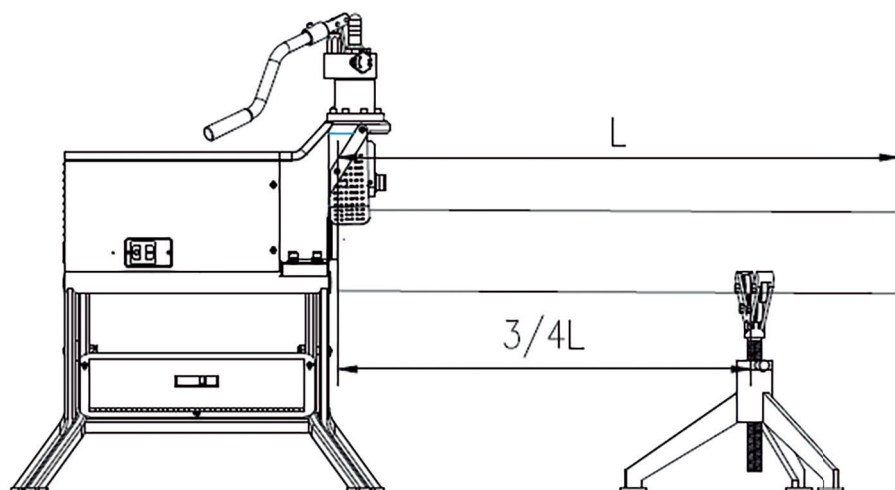

Figura 4
4. Ao colocar o tubo na máquina, utilize o suporte a uma distância de $\frac{3}{4}$ da distância entre a ponta do tubo e a máquina, conforme a **Figura 4**.